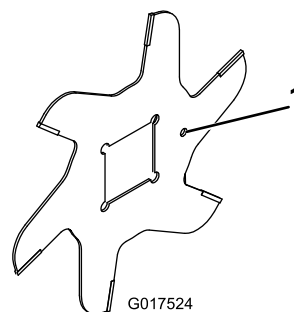

Figure 12
1. Montez une lame de cylindre (Figure 12).
4. Montez la lame suivante dans le sens horaire de sorte que le trou de référence (Figure 12) soit décalé d'un méplat de l'arbre par rapport au trou de la première lame.